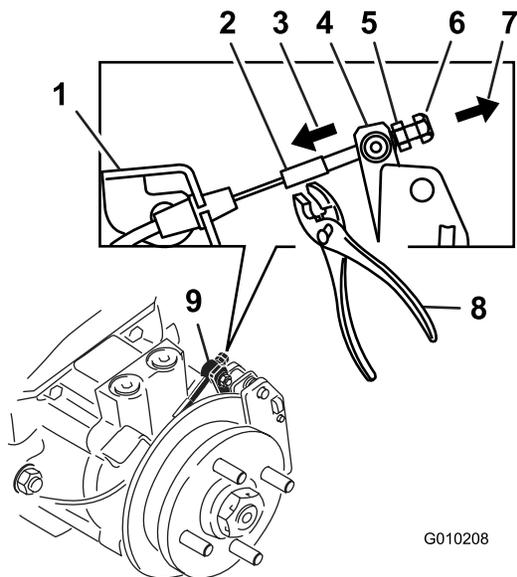

Figura 72
9. Usando las manos y los dedos solamente, empuje la palanca de la pinza hasta que haga tope y las pastillas de freno agarren el rotor (Figura 72).
10. Sujetando la palanca contra del tope, utilice la otra mano o los dedos para tirar del extremo roscado del cable a través del cabezal de giro. Apriete la tuerca estándar a mano contra el cabezal de giro (Figura 72).